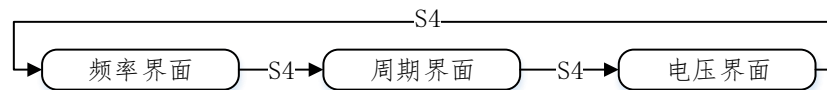

图 5 通过 S4 按键切换界面
- **S4：**定义为“界面”按键，按下 S4 按键，切换频率显示界面、周期显示界面和电压显示界面，按键 S4 切换模式如图 5 所示：